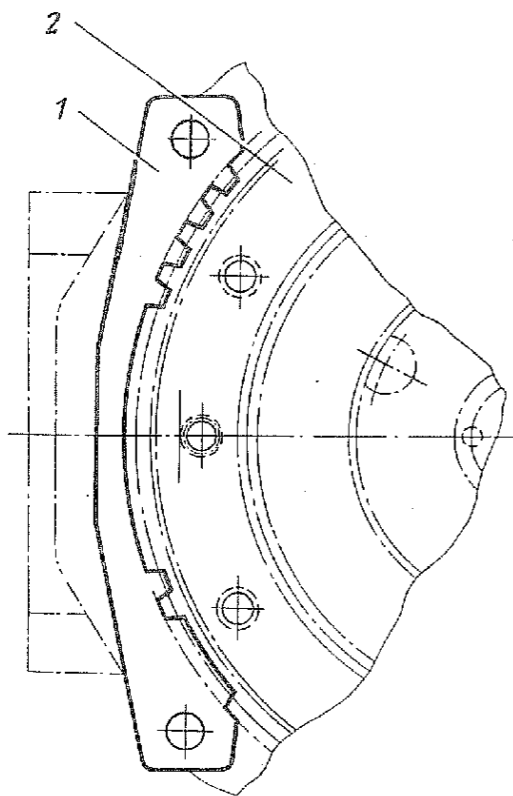
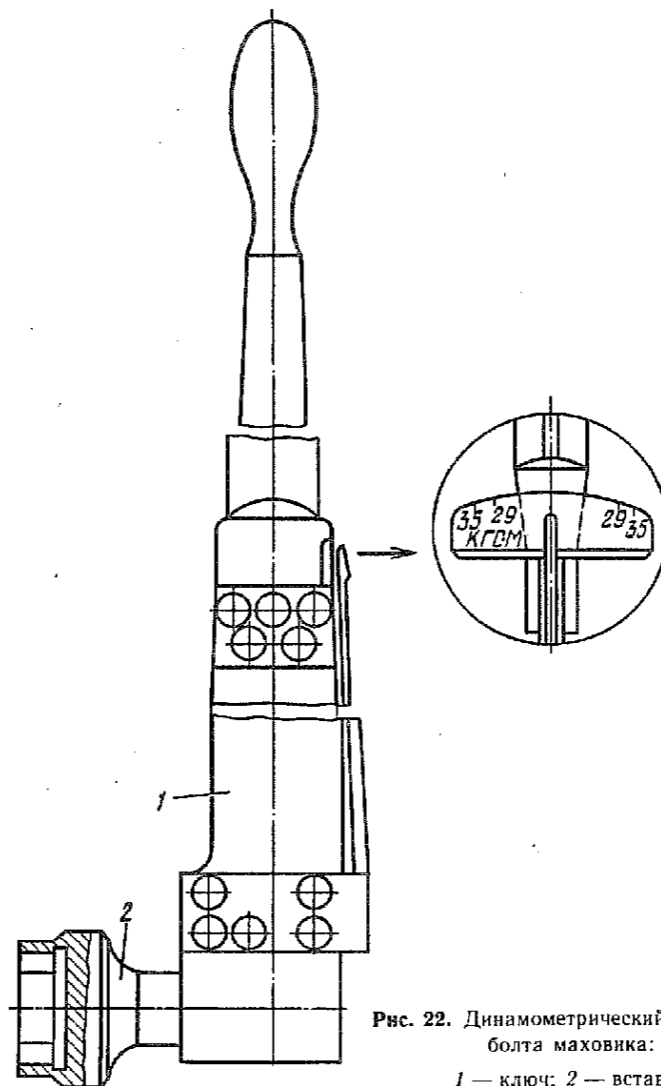

Рис. 19. Стопор маховика:
Рис. 22. Динамометрический ключ для болта маховика:
3.3. Застопорить маховик от проворачивания, отвернуть болты 2 крепления кожуха к маховику, снять нажимной диск 4 с кожухом в сборе и ведомый диск 3 (стопор, рис. 19; головка 12, вороток).
4.3. Застопорить маховик 54 (рис. 29) от проворачивания и закрепить болтом 56 с пружинной шайбой 55 (стопор, рис. 19; ключ динамометрический для болта маховика, рис. 22; емкость для смазки). Момент силы затяжки 28—32 кгс·м.